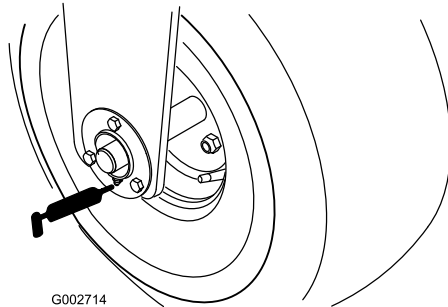

Figure 21
- Roulement de roue avant (1) (Figure 21)